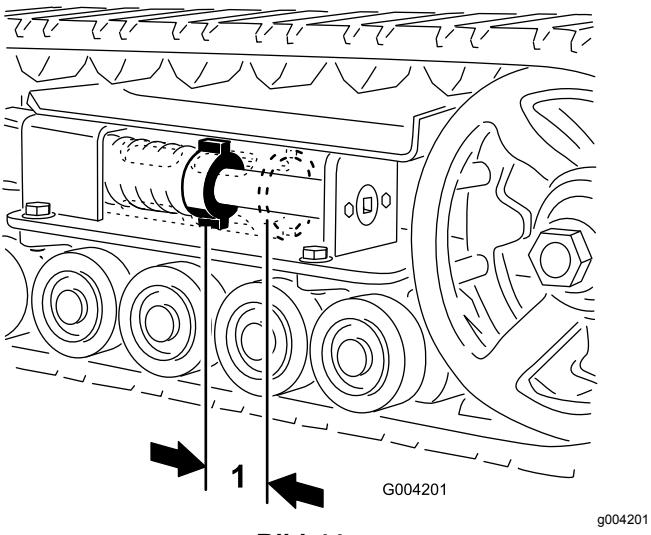

Bild 44
5. Drehen Sie die Spannschraube mit einer Ratsche ($\frac{1}{2}$ ") nach links, bis der Abstand zwischen der Spannmutter und der Rückseite des Spannungsrohrs 7 cm beträgt (Bild 44).
Der Abstand zwischen der Spannungsmutter und der Rückseite des Spannungsrohrs sollte 7 cm sein (Bild 44). Stellen Sie ansonsten die Kettenspannung wie folgt ein:
12. Drehen Sie die Spannschraube nach links, bis der Abstand zwischen der Spannmutter und der Rückseite des Spannungsrohr (Bild 44) 7 cm beträgt.
18. Drehen Sie die Spannschraube nach links, bis der Abstand zwischen der Spannmutter und der Rückseite des Spannungsrohr (Bild 44) 7 cm beträgt.